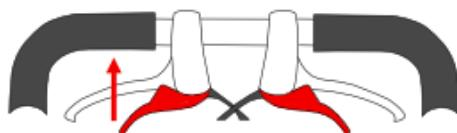

Fig. 2.
- Pentru a debloca, apăsați mânerele inferioare ale frânei (fig.2).